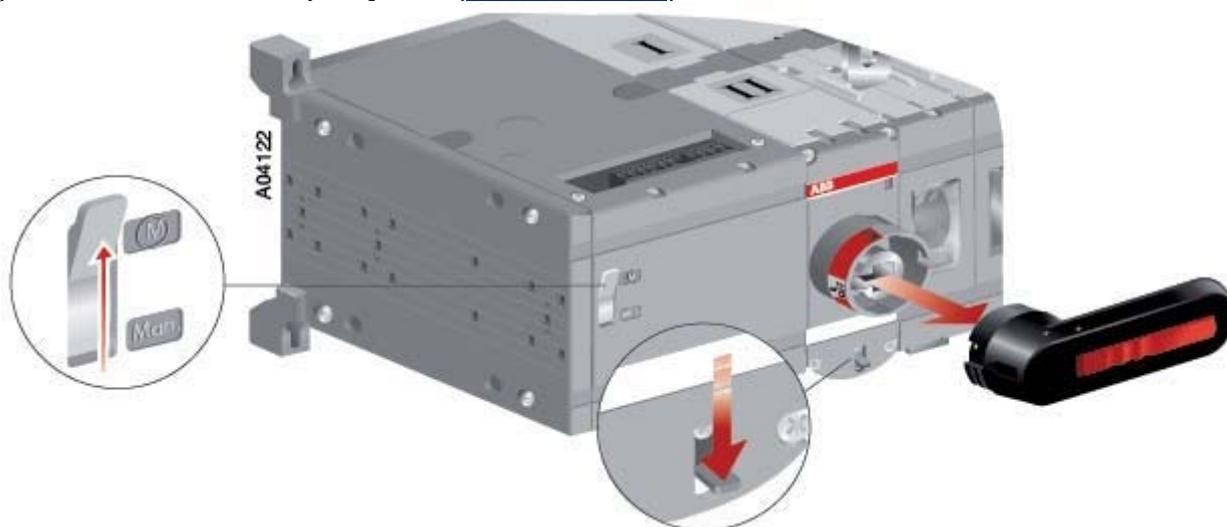

Рис. 18. Эксплуатация реверсивного выключателя нагрузки с мотор-приводом; дистанционное управление
1. Снять рукоятку с панели реверсивного выключателя нагрузки нажав вниз фиксатор под панелью рубильника и вытянув рукоятку как показано на рисунке (см. Рис. 18). Рукоятка снимается в любом положении («I», «0», «II»).